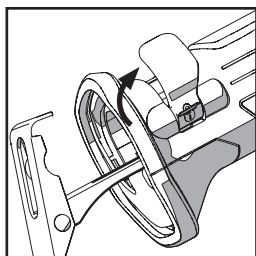

Fig. 1
- Actionner le levier de commande pour « ouvrir » le support de lame. (**Fig. 1**).